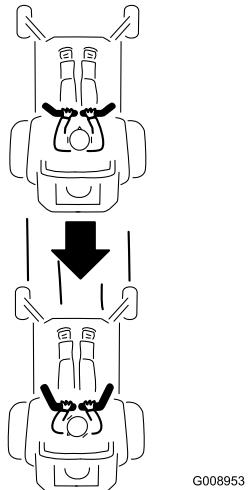

Figura 21
- Para recuar, olhe para trás de si e para baixo, enquanto lentamente puxa as alavancas de controlo do movimento para trás (Figura 21).
Para andar a direito, aplique pressão igual em ambas as alavancas de controlo do movimento (Figura 21).